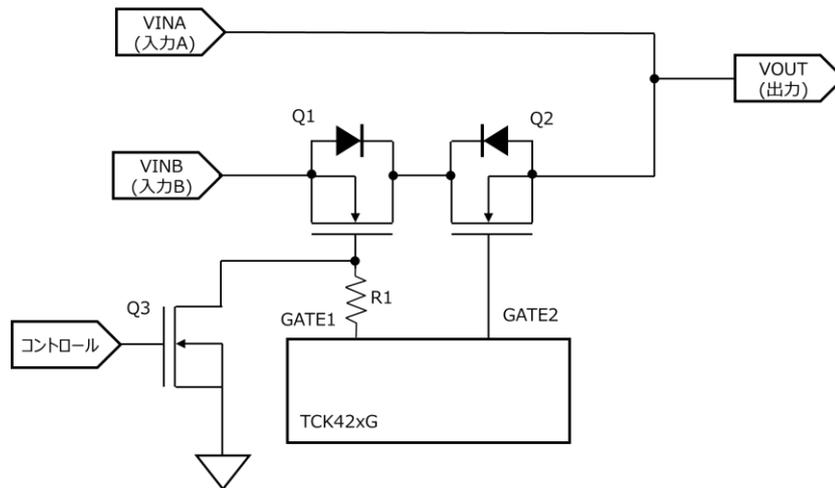

図 3.2 MBB 動作回路
本回路の MBB 動作概要を説明します。図 3.2 の MBB 動作回路では V_{INA} 電圧 $>$ V_{INB} 電圧、 V_{INB} は常時通電と仮定します。
- ① VINB に 5 V が印加されており、出力電圧には VINB 側電圧 (約 5 V) が出力される。
- ② VINA に 20 V を印加すると、FLAG 出力が H 出力 (約 3.3 V) になる。このタイミングで VINA 側ドライバーの TCK421G がオン動作を開始する。
- ③ VINB スイッチ回路内で図 3.2 の Q3 に相当するゲート遮断 MOSFET SSM3K15ACTC がオンになり、Q1 に相当する MOSFET TPHR6503PL1 がオフになる。②での TCK421G のオン後スタートアップ時間 t_{ON} (約 3 ms) の間、VINB からこの Q1 のボディダイオード順電圧分などがドロップした電圧が出力される。
- ④ ③でオンされた TCK421G の t_{ON} 時間後に、VINA 側電圧 (約 20 V) が出力される。
- ⑤ VINA の印加電圧が 0 V になると FLAG 出力は L 出力 (0 V) となる。
- ⑥ VINA 電圧が 0 V となったため、図 3.2 の Q3 に相当するゲート遮断 MOSFET がオフし、Q1 に相当する TPH6503PL1 がオン動作を開始する。この間は VINB から Q1 のボディダイオード順電圧分などがドロップした電圧が出力される。
- ⑦ Q1 に相当する TPH6503PL1 がオンになり、VINB 側電圧 (約 5 V) が出力される。